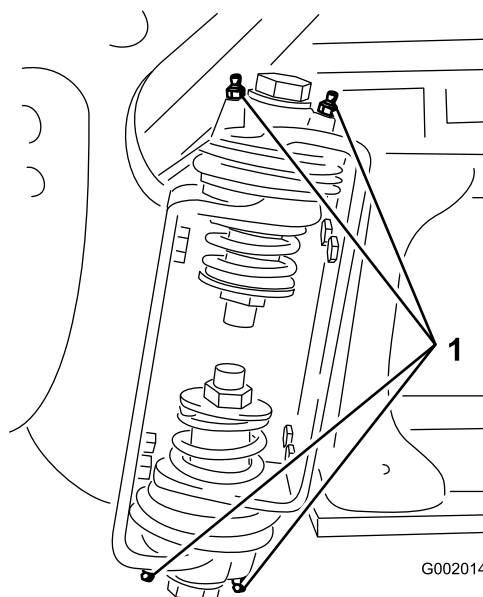

Figura 38
2. Introduza massa lubrificante no rolamento ou casquilho de cada união (Figura 38).